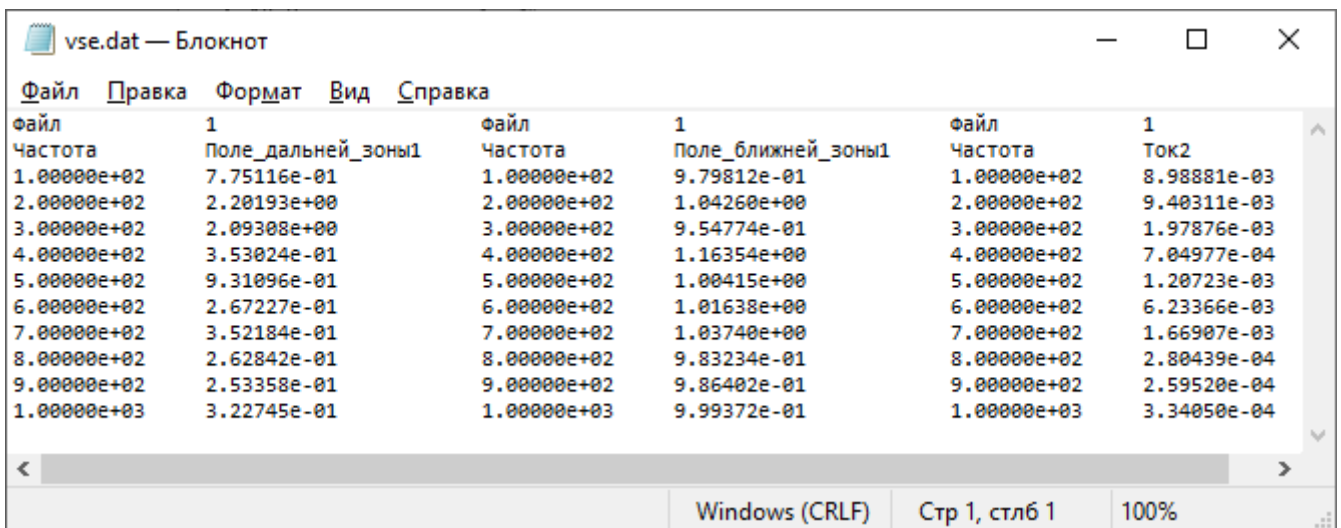

Рис. 211
– «Сохранить данные» – сохранить значения координат графика в файл *.dat. При множественном выделении графиков в файл *.dat будут сохранены значения выделенных графиков. Пример приведен на рис. 211.